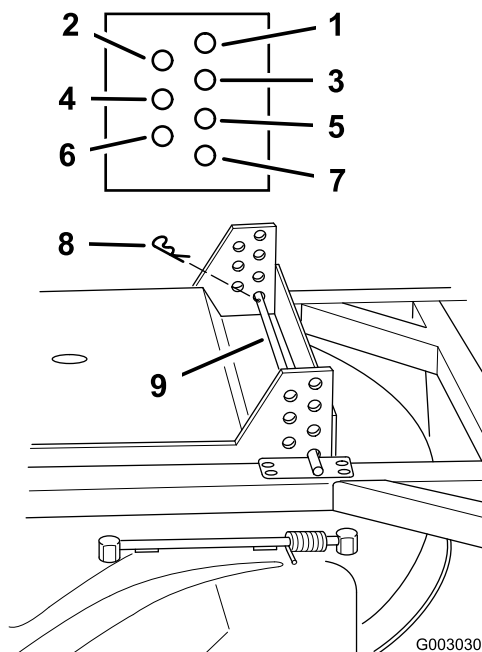

Figure 20
2. Enlevez les goupilles fendues et placez les tiges de support dans des trous différents dans les pattes à chaque coin de la tondeuse (Figure 20).